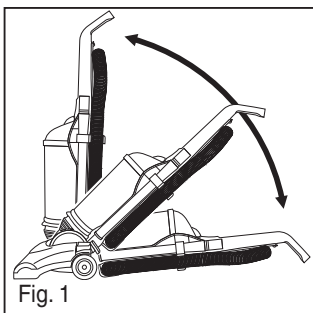
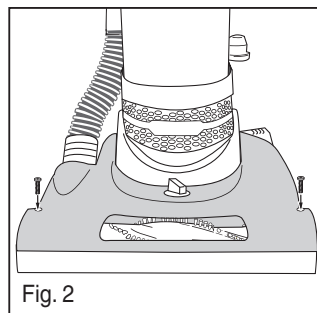
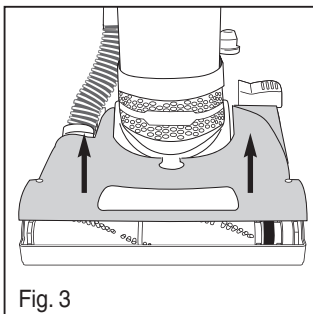

Fig. 1
Fig. 2
Fig. 3
- 3) Levante y retire la cubierta del cepillo de rodillo (Fig. 3).
- 7) Vuelva a colocar la cubierta del cepillo de rodillo y los 2 tornillos (Fig. 2).
- 1) Consulte la Fig. 1, Fig. 2 y Fig. 3.
- 3) Vuelva a colocar el cepillo de rodillo y los 2 tornillos (Fig. 2).